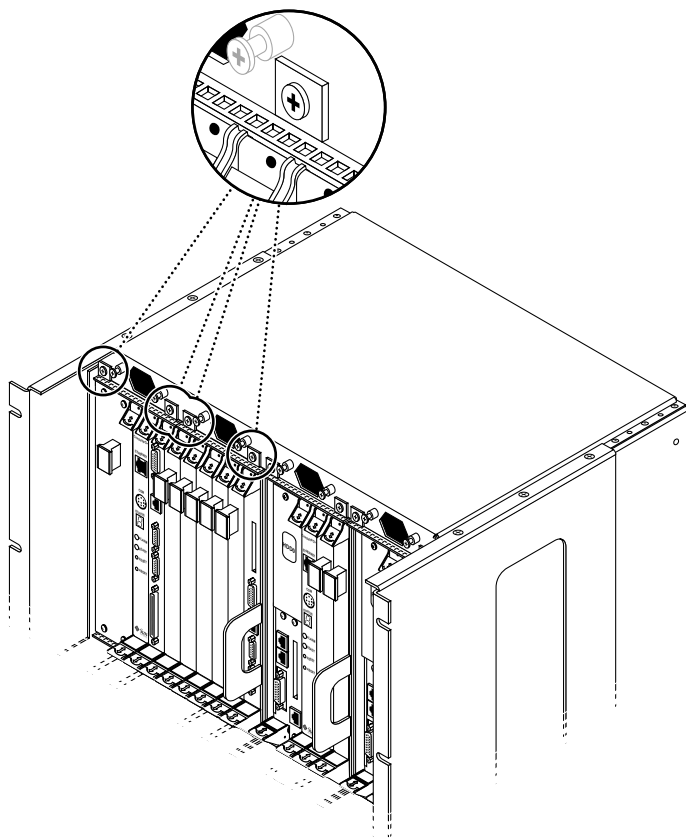

図 2-8 Netra ct 800 サーバーの最上部のねじを緩める
- Netra ct 800 サーバーを取り外す場合、サーバーの最上部にある 4 本の黒の固定ねじを緩めます (図 2-8)。